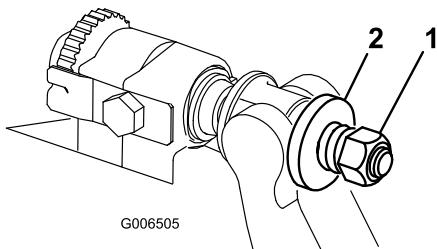

Figura 29
- Serrate il dado di tensione della molla finché la molla non si piegherà, quindi allentate di 1/2 giro (Figura 29).